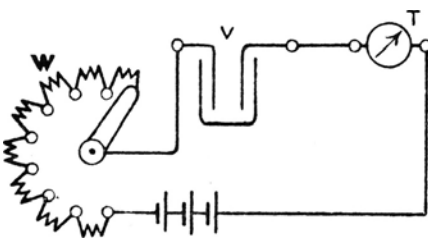

Fig. 1.
18. Um eine Tangentenbussole zu eichen, wurde in den Stromkreis dreier Elemente (Fig. 1) ein Regulierwiderstand  $W$ , ein
20. Um ein Dynamometer zu eichen, wurde dasselbe mit einem Kupfervoltmeter zusammen in den Stromkreis einer Batterie eingeschaltet (s. Fig. 1), wobei das Dynamometer im Mittel 150° [143°] (97°) Ausschlag anzeigte, und die Gewichtszunahme der Kathode in 30 min [25 min] (15 min) 2 [2,342] (4,34) g betrug. Wie groß ist hiernach der Reduktionsfaktor?